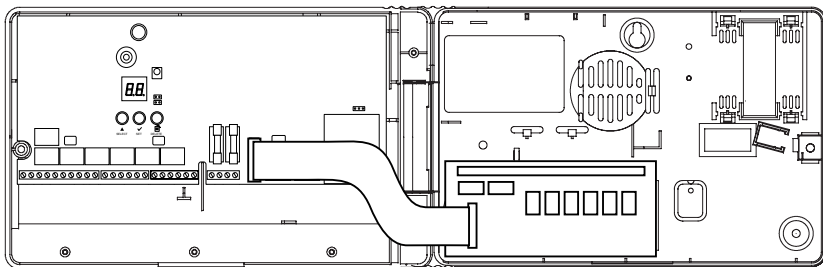

Figura 6. Posizionamento della scheda relé
4. Tenere la scheda relé nella parte posteriore del contenitore (vedi Figura 6). I relé dovrebbero trovarsi nella parte superiore e il connettore con cavo a nastro sulla sinistra.